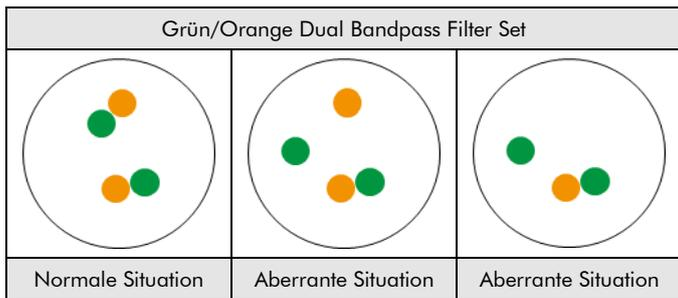

Abb. 2: Zu erwartende Ergebnisse in normalen und aberranten Zellkernen
**Normale Situation:** In Interphasen von normalen Zellen oder Zellen ohne eine Translokation der RET-Genregion erscheinen zwei grün/orange Fusionssignale (siehe Abb. 2).
**Aberrante Situation:** Eine von einer Translokation betroffene RET-Genregion wird durch ein separates grünes Signal und ein separates oranges Signal gekennzeichnet. Einzelne grüne Signale sind das Ergebnis von Deletionen proximal zur RET-Bruchpunktregion. Inversionen, welche Gene in unmittelbarer Nähe wie z.B. CCDC6 betreffen, sind möglicherweise aufgrund der nur geringfügigen Signaltrennung nicht zu erkennen (siehe Abb. 2).